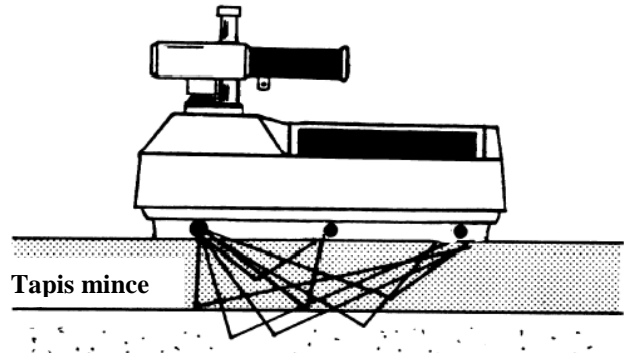

Figure 2
- . (Figure 2) Position mesure (rétrodiffusion seulement), tige porte source en position basse, obturateur tungstène ouvert, source au ras du sol.